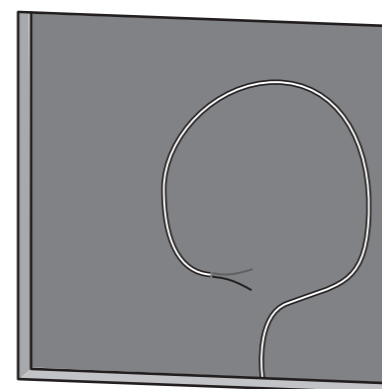

Fig. 13. Speaker Wire
3. Passe o fio do alto-falante do seu amplificador para este local, deixando folga suficiente para permitir a conexão (Fig. 13).